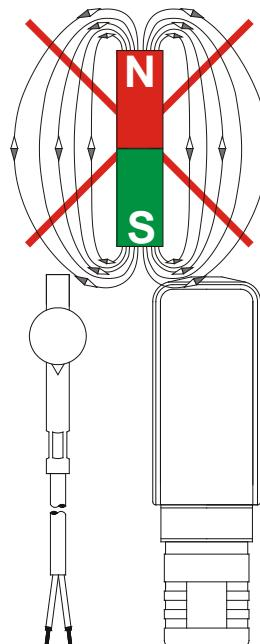

Fig. 4
- ↳ Veillez à ce qu'aucun champ magnétique étranger pouvant altérer le fonctionnement de l'appareil ne se trouve à proximité (→ Fig. 4).